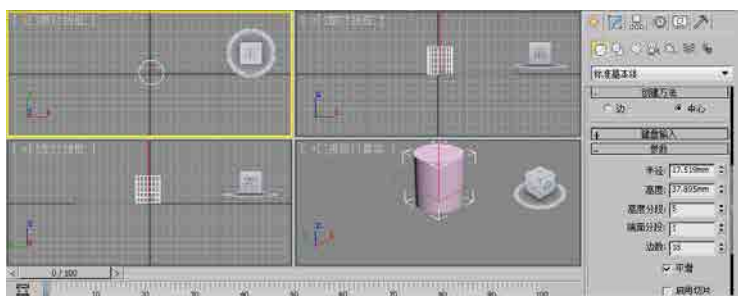

图3-7
- 04 最后单击鼠标左键，完成圆柱体的创建，其创建效果与参数面板如图3-7所示。